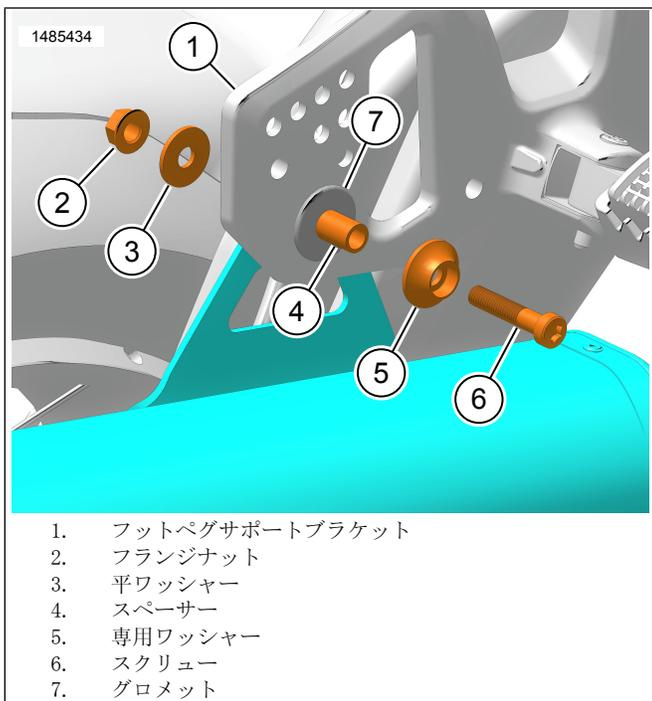

図5。マフラーハードウェア
5. 図5パッセンジャーフットペグサポートブラケットの後ろにマフラーブラケット(1)を配置します。
10. 図5スクリュー(6)を締め付けます。